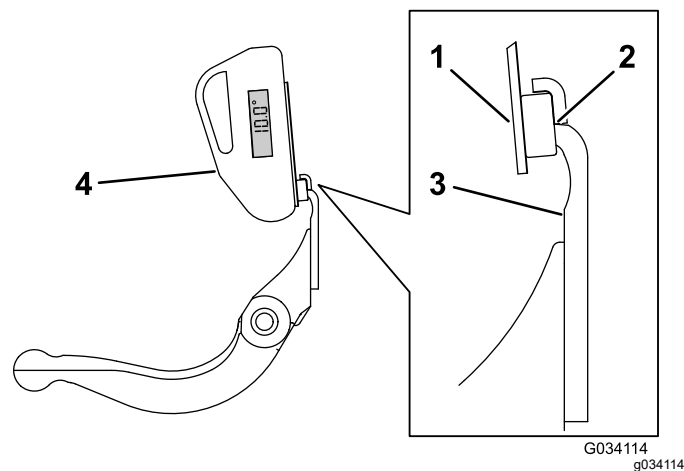

Figure 23
- Placez le support d'indicateur d'angle sur le bord de la contre-lame de sorte à adapter le bord de l'aimant au bord de la contre-lame (Figure 23).
- Placez l'indicateur d'angle sur le support, comme montré à la Figure 23.